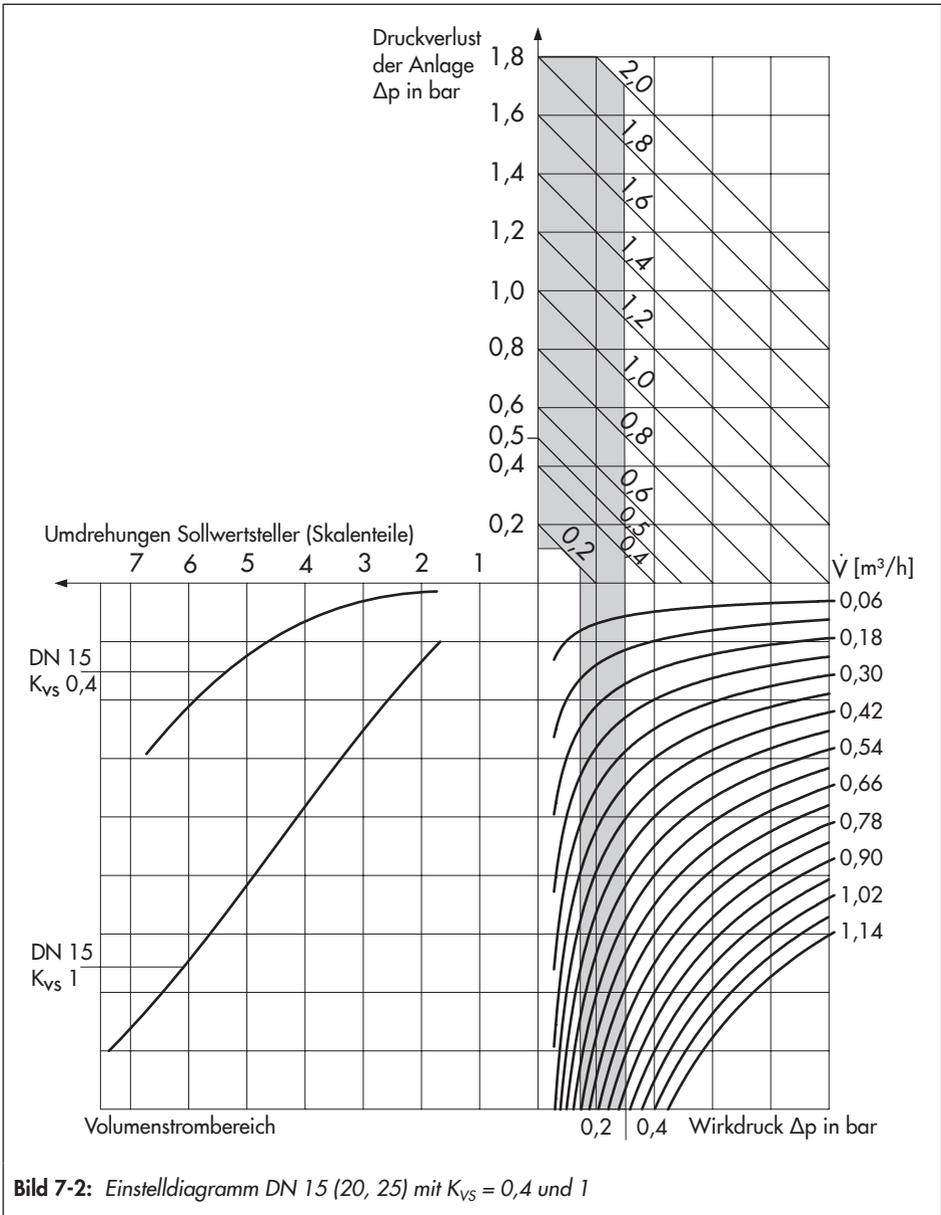
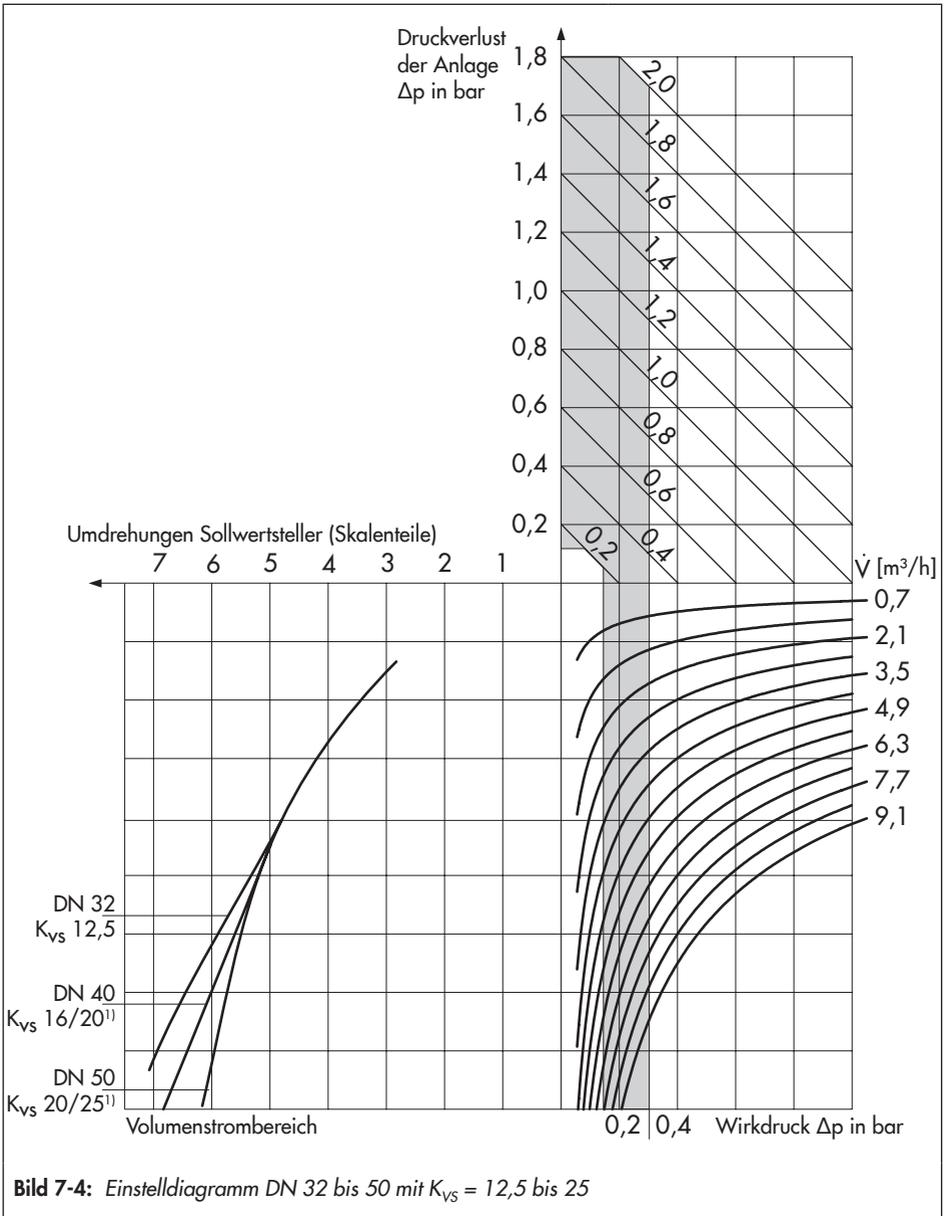

Bild 7-2: Einstelldiagramm DN 15 (20, 25) mit $K_{VS} = 0,4$ und 1
Bild 7-4: Einstelldiagramm DN 32 bis 50 mit $K_{vs} = 12,5$ bis 25
- Der Volumenstrom kann mit Hilfe der aufgeführten Einstellendiagramme für Wasser in Bild 7-2 bis Bild 7-4 eingestellt werden. Ein Abgleich mit einem Wärmemengenzähler ist im Anschluss zwingend notwendig.